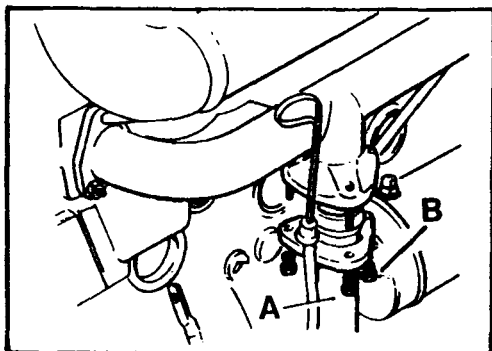

Fig. A1-66 Desconexión del tubo de escape
- 1.9. Desconectar el tubo de escape, A (Fig. A1-66).